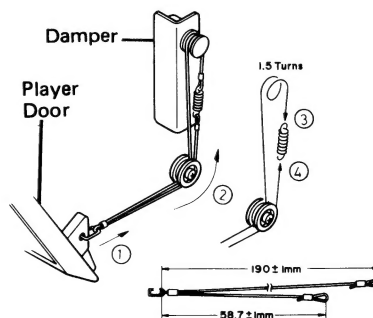

Figure 4-5
Stretch the wire in the numerical order from ① to ④ as shown. See Fig. 4-5.
Den Draht in der gezeigten numerischen Reihenfolge ① bis ④ spannen. Siehe Abb. 4-5.
Passer le fil en suivant l'ordre ① à ④ comme montré. Voir la Fig. 4-5.